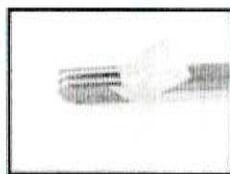

Рисунок 4.2.1
- Отсоедините сварную планку вместе с тефлоновой лентой (рис. 4.2.1).